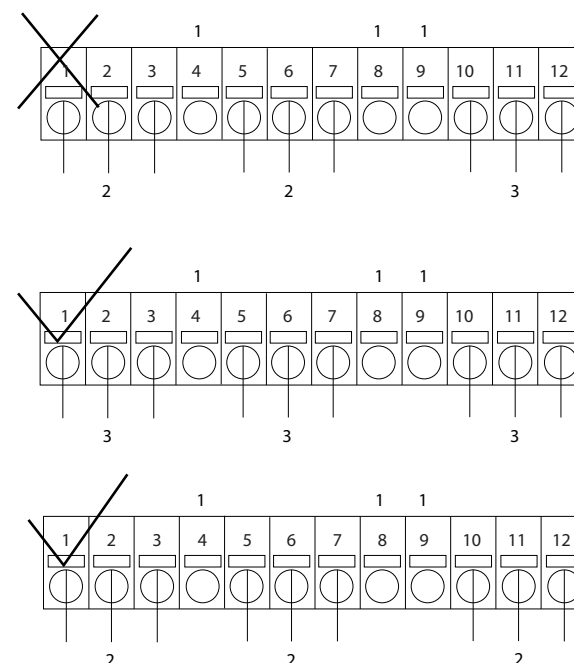

Рисунок 9.13 Правильный способ установки токоведущих кабелей и сигнальной проводки
- Не соединяйте токоведущие части (высокое напряжение) с сигналами управления (PELV). См. Рисунок 9.13